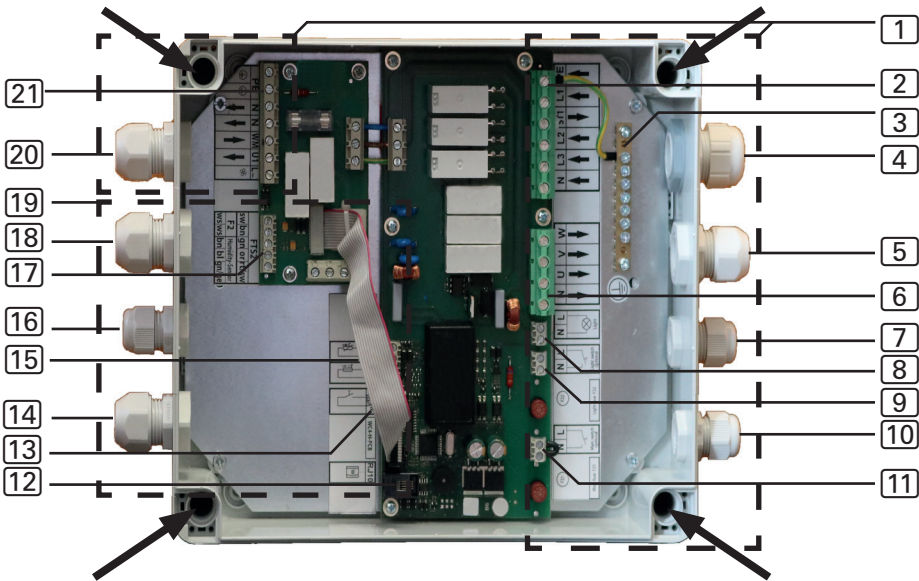

Abb. 4: Elektrischer Anschluss
2. An den 4 Ecken des Chassis können Sie das Leistungsteil am Untergrund befestigen (siehe Pfeile Abb. 4 auf Seite 17)